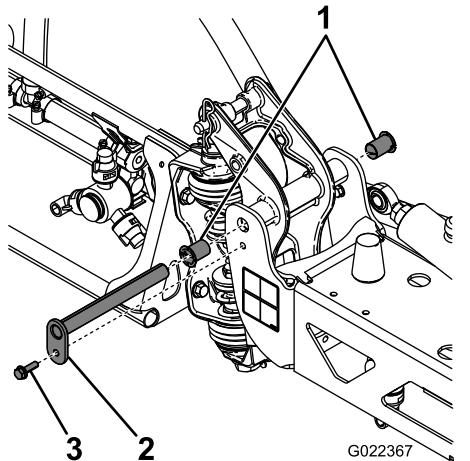

図 95
3. ブームを支えておきながら、ピボットピンをブームアセンブリに固定しているボルトとナットを取り外す図 95。
6. ナイロンブッシュを取り外し、ピボットブラケットの前面および後面側から見て点検する 図 95。
8. センターフレームにブーム&ピボットブラケットアセンブリを取り付け、開口部を整列させる 図 95。